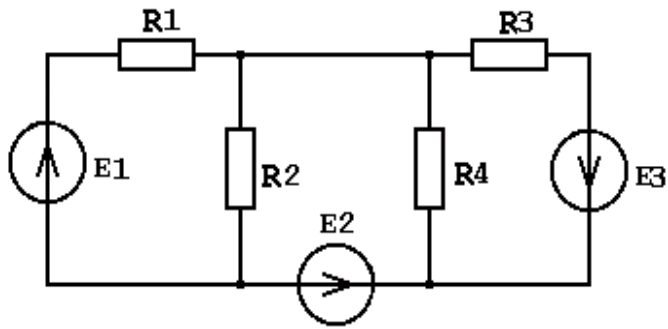

Рисунок 1.22
Задание №1. Методом контурных токов рассчитать токи в ветвях электрической цепи (рисунок 1.22), если $R_1 = 100 \text{ Ом}$, $R_2 = 300 \text{ Ом}$, $R_3 = 150 \text{ Ом}$, $R_4 = 250 \text{ Ом}$, $E_1 = 10 \text{ В}$, $E_2 = 20 \text{ В}$, $E_3 = 15 \text{ В}$.
1. Определяем число независимых контуров (число контурных токов) в электрической цепи (рисунок 1.22) $N = n_b - n_y + 1 = 5 - 3 + 1 = 3$